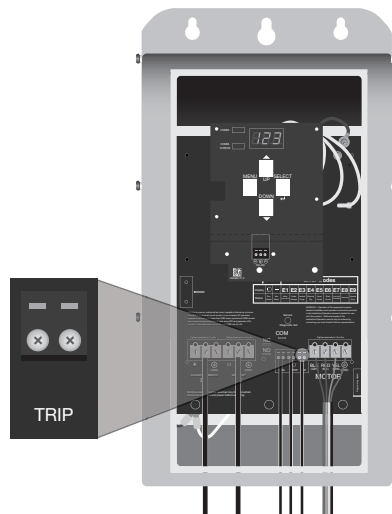

Figure 7. Raccordement du câblage de l'interrupteur de débit
1. Connectez les câbles depuis les bornes S1 et S2 de l'interrupteur de débit étiquetées « TRIP » (Figure 7).